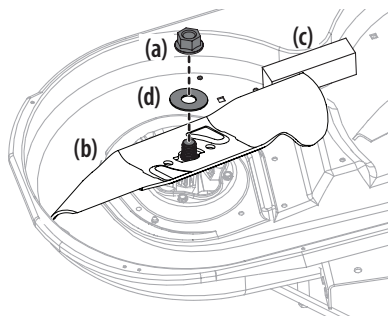

Figure 1
2. Utilisez une clé de 15/16 po pour maintenir l'écrou hexagonal au sommet de l'ensemble de la fusée en desserrant l'écrou hexagonal (a) retenant la lame (b). Vous pouvez placer une cale en bois (c) entre le carter du plateau de coupe et le tranchant de la lame (b) pour aider à débloquer l'écrou hexagonal (a) retenant la lame. Consultez la Figure 1.
3. Lorsque vous réinstallez les lames, assurez-vous de ce qui suit (consultez la Figure 1) :